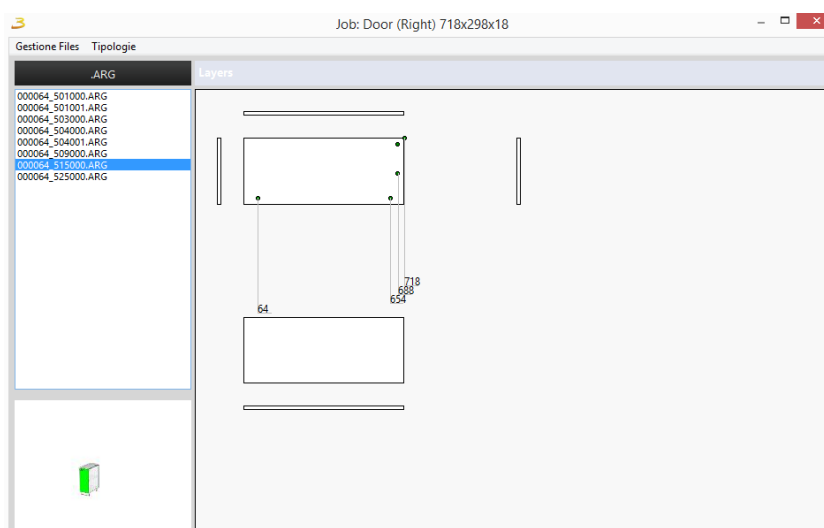

Figura 4.34: Creazione Job
**CREA JOB:** visualizza il sistema delle lavorazioni dei singoli elementi che compongono l'articolo figura 4.34;